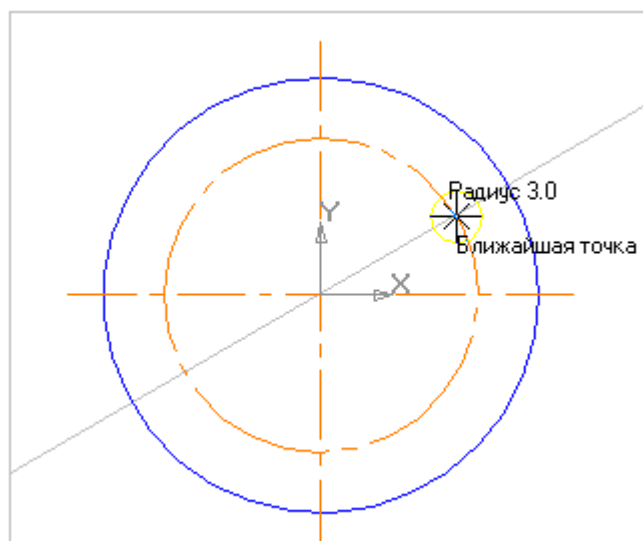

Рисунок 6.34 Построение окружности
4. Нажмите кнопку **Окружность**. Постройте окружность радиусом 3 мм с центром в найденной точке (рисунок 6.34).